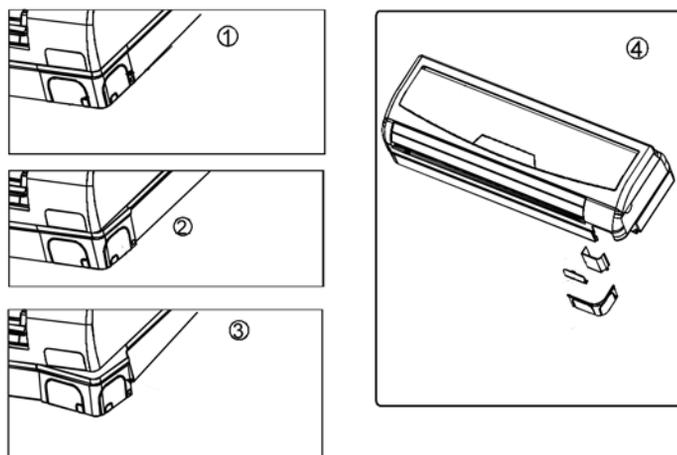

Fig. 21
2. Entfernen Sie die Abdeckung und die Schraube und nehmen Sie die Abdeckung ab. (Abb. 21)
3. (Abb. 21 und 22) Halten Sie die 2 Steckverbinder des Innengeräts fest und stecken Sie den dazugehörigen Steckverbinder des Außengeräts hinein, bis er hörbar einrastet. Sichern Sie das Kabel auf der Anschlussplatte mit der Kabelschelle.